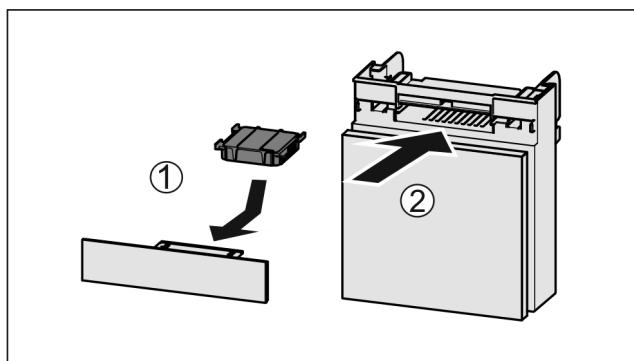

Fig. 121
- ▶ Wkładać Fig. 121 (1) filtr z węglem aktywnym zgodnie z ilustracją.
- ▶ Wsunąć komorę Fig. 121 (2).